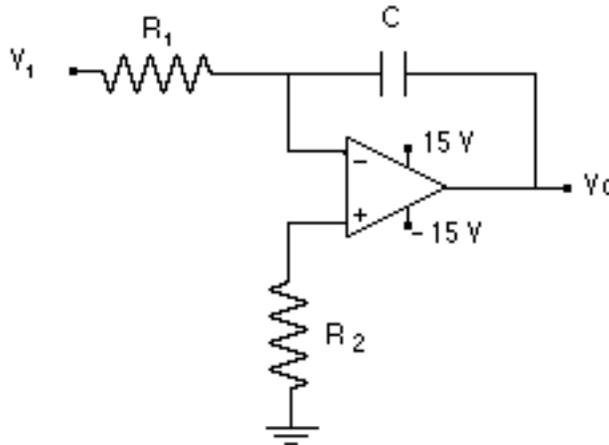

Figura 4.1.- Amplificador integrador
1.- Dado el circuito de la Figura 4.1, deduzca en forma literal la expresión de la función de transferencia entre la salida y la entrada (dominio s) y la expresión del voltaje de salida en función del voltaje de entrada en función el tiempo.
3.- Monte el circuito de la Figura 4.1. Aplique la forma de onda cuadrada con las características dadas por su profesor. Dibuje las formas de onda observadas en el osciloscopio (entrada y salida del integrador), anotando la magnitud, frecuencia y desfase entre ambas.
5.- En el mismo circuito de la Figura 4.1, aplique ahora la forma de onda sinusoidal con las características dadas por su profesor. Dibuje las formas de onda observadas en el osciloscopio (entrada y salida del integrador), anotando la magnitud, frecuencia y desfase entre ambas.